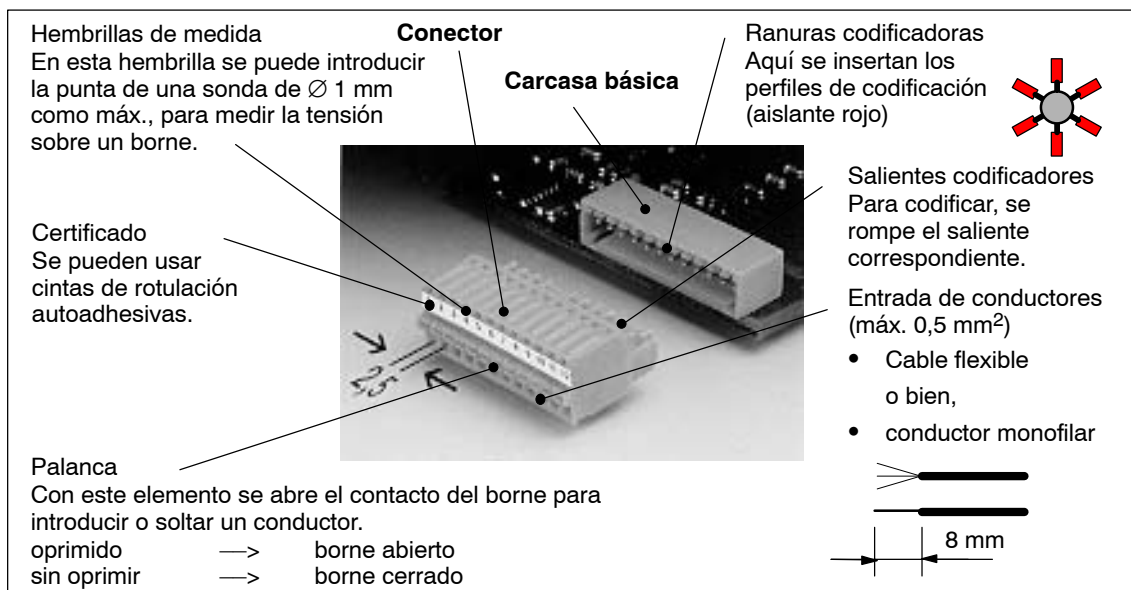

Fig. 2-5 Conector en ejecución compacta (miniconector)
- Entrada de cables (ver fig. 2-5):
- Codificación (ver fig. 2-5):